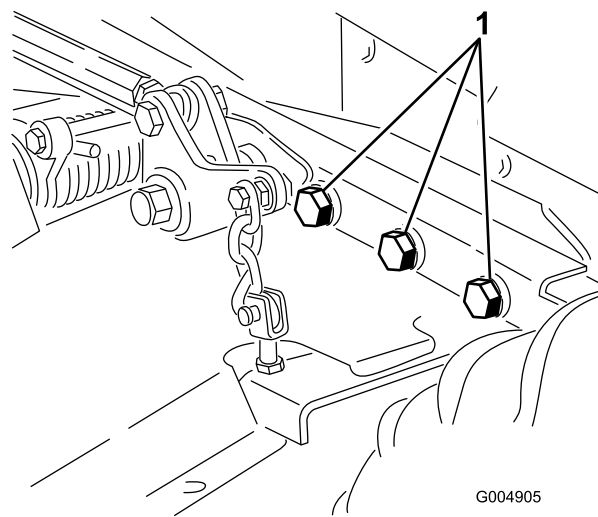

Рисунок 59
5. Проверьте затяжку всех крепежных элементов и при необходимости подтяните их. Затяните 6 болтов крепления рамы деки газонокосилки к тяговому блоку (Рисунок 59) с моментом 359 Н·м.